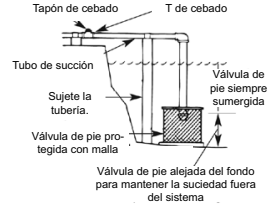

Figura 5C: instalación en el lago
1. Proteja el extremo de la tubería de succión, la válvula de pie y el coladero con una malla (Consulte la Figura 5C).